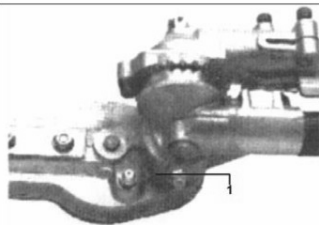

Fig.HT16
- c. Glissez le carter hors du tube. Utilisant une burette d'huile, lubrifier le carter d'engrenage (Fig.HT16) (environ 10 grammes) jusqu'à ce que vous voyiez la graisse purgée du carter.